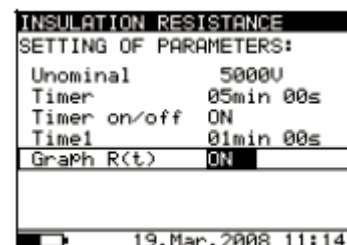

Рис. 11. Меню настроек в режиме измерения сопротивления изоляции
- Нажмите клавишу **SELECT**, при этом появится меню настроек, см. рисунок 11.